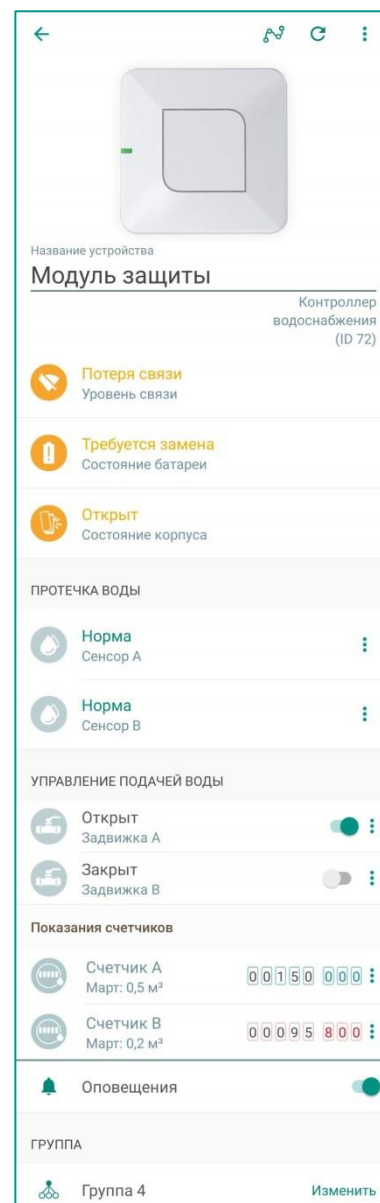

Рисунок 12.3 – Экран настройки модуля (потеря связи, батареи разряжены, вскрытие корпуса)
- Текущее состояние сработавшего сенсора также изменится на *Протечка* и иконка сенсора будет окрашена в красный цвет (см. рисунок 12.3).